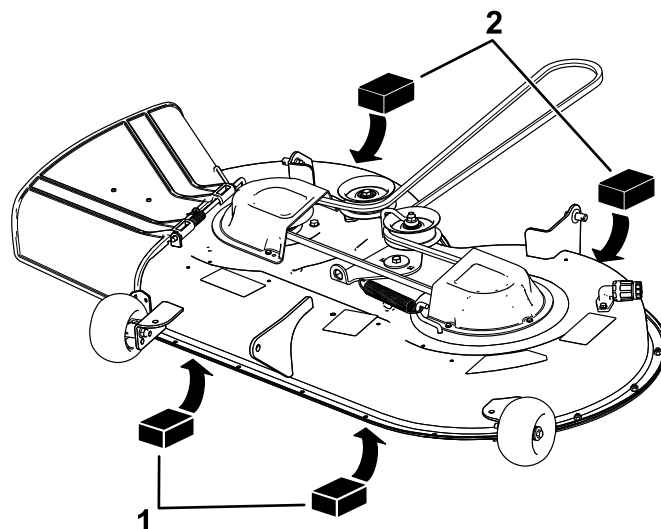

Bild 68
4. Legen Sie zwei 6,6 cm dicke Blöcke an jeder Seite unter die vordere Kante des Mähwerks, jedoch nicht unter die Halterungen der Antiskalpierrollen (**Bild 68**).
5. Legen Sie zwei 7,3 cm dicke Blöcke unter die hintere Kante des Mähwerks, einen an jeder Seite des Mähwerks (**Bild 68**).